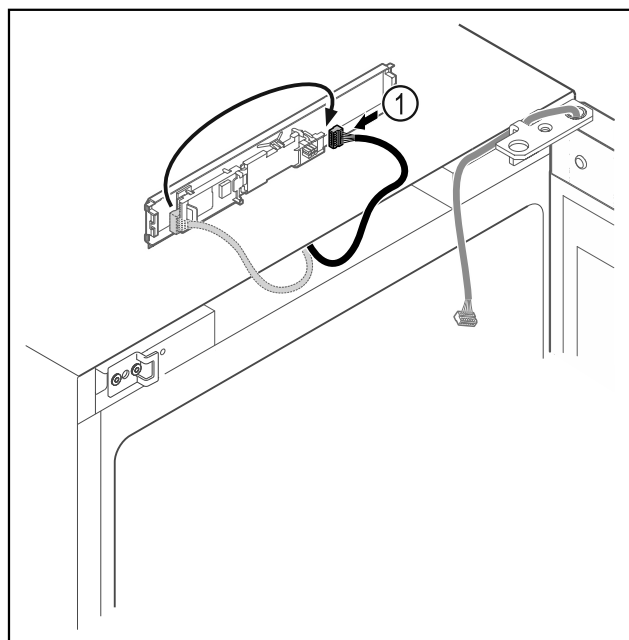

Fig. 11
- ▶ Vtič Fig. 11 (1) ponovno povežite s tiskanim vezjem.